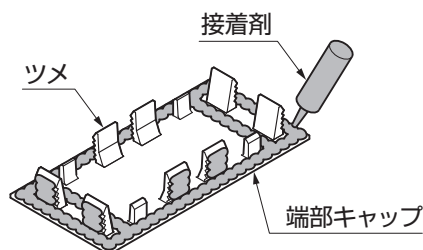

図4-3
- ④ 端部キャップ裏面に接着剤を塗布します。(図4-3参照)